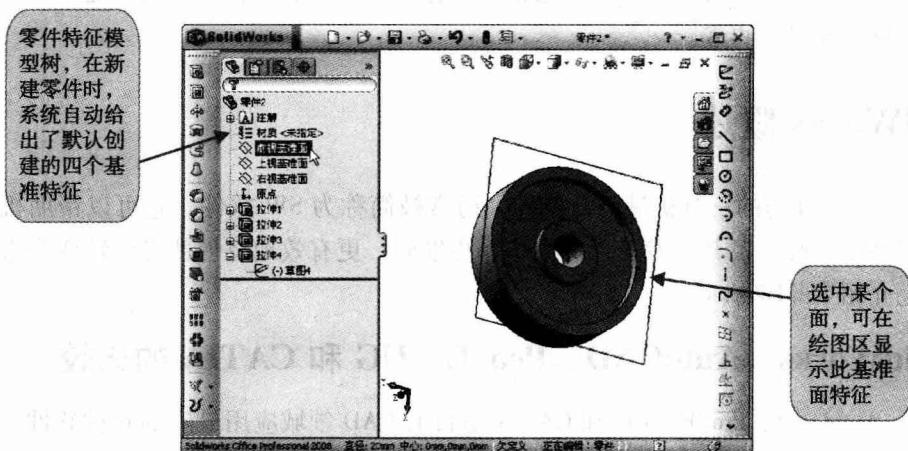

图 1-2 新建零件时系统提供的基准面和基准坐标系特征
1) 基准特征。在新建一个零件模型时，为了便于操作，系统提供了前视、上视和右视三个基准面，以及一个标准坐标原点，我们将其称为基准特征，如图 1-2 所示。此外，为了便于创建其他零件特征，用户还可以根据需要创建其他基准面、基准轴、基准点、基准坐标系等基准特征。